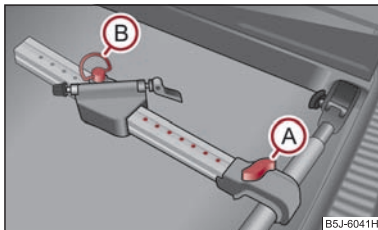

Abb. 67 Fahrradträger einbauen
- Setzen Sie den freigegebenen Fahrradträger auf den Querträger, nach dem Hochziehen der Schraube **(A)** schieben Sie den Längsträger (Alu-Teil) zum Querträger und drehen die Schraube **(A)** in die Mutter ⇒ Abb. 67.